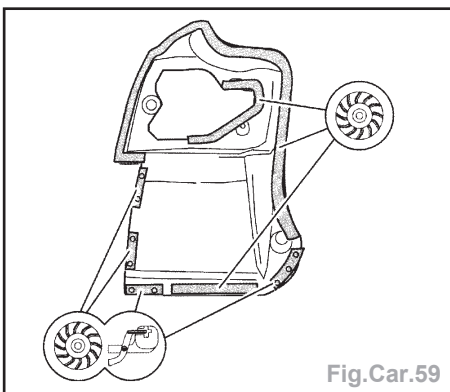

Fig.Car.59
- Percer les orifices nécessaires pour la soudure par points postérieure (Fig.Car.59).